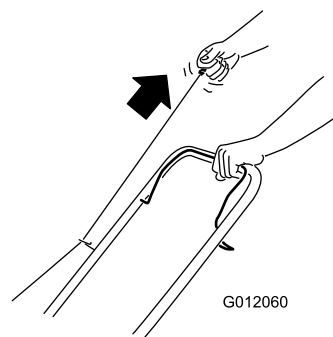

Рисунок 11
2. Потяните пусковую рукоятку с обратным ходом (Рисунок 11).